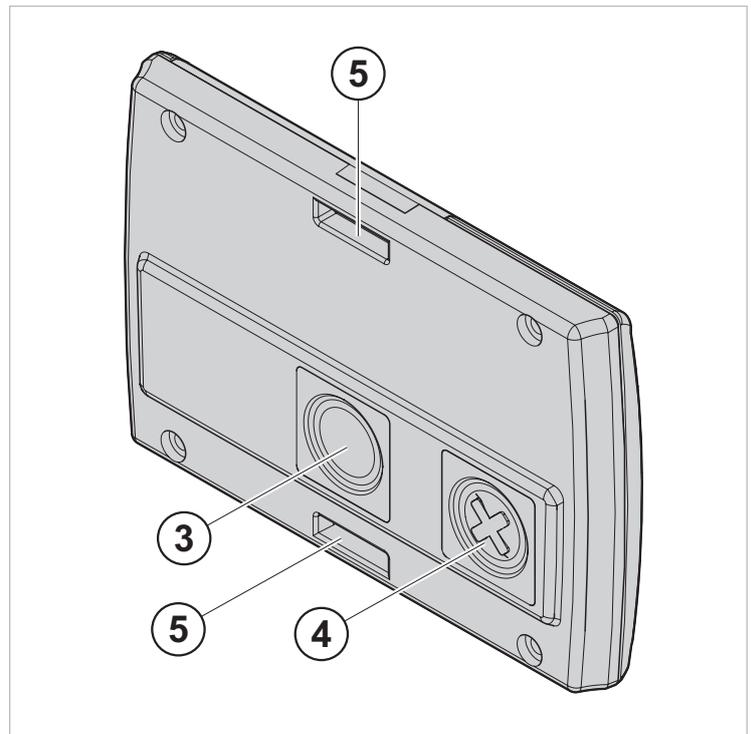

Fig. 2 Personal-Badge, Rückansicht
- Ein Knopf für Assistenzruf oder SOS-/Aggressionsruf (3, Fig. 2), mit dem bei Bedarf Hilfe oder Verstärkung gerufen werden kann.
- Ein Knopf zur Alarmquittierung (4, Fig. 2)
- ▶ Knopf für Assistenzruf (3, Fig. 2) 10 s lang gedrückt halten, bis die Beruhigungsleuchte (LED) leuchtet.
- ▶ Knopf für Assistenzruf an der Badge-Rückseite (3, Fig. 2) drücken.
- ▶ Knopf für SOS- oder Aggressionsruf an der Badge-Rückseite (3, Fig. 2) mehrmals kurz hintereinander drücken.
- ▶ Personal-Badge auf 50 cm an das den Alarm auslösende Gerät heranführen und den Knopf zur Alarmquittierung (4, Fig. 2) einmal drücken.